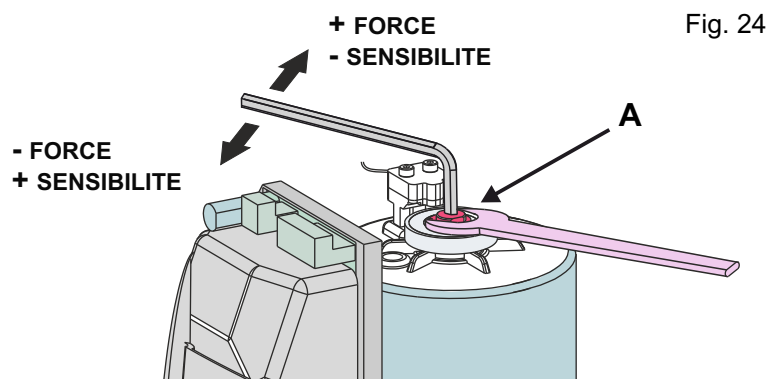

Fig. 24
10.2. Pour régler la friction, agir sur la vis sans tête «A» - Fig. 24 - comme suit :